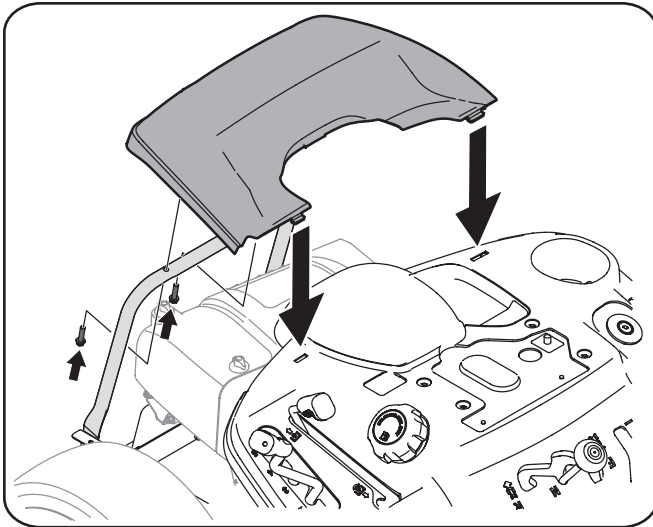

Figura 3-10
1. Retire los tornillos hexagonales de dos instalado de fábrica ubicados en el soporte de montaje de la cubierta de motor trasero. Guarde los tornillos para instrucciones posteriores. Vea la Figura 3-10.
2. Instale la cubierta del motor trasero colocando en su lugar como se muestra en la Figura 3-10. La punta de la tapa del motor hacia adelante para encajarlo en las ranuras correspondientes y, a continuación, gírelo hacia atrás para alinear los agujeros de montaje.